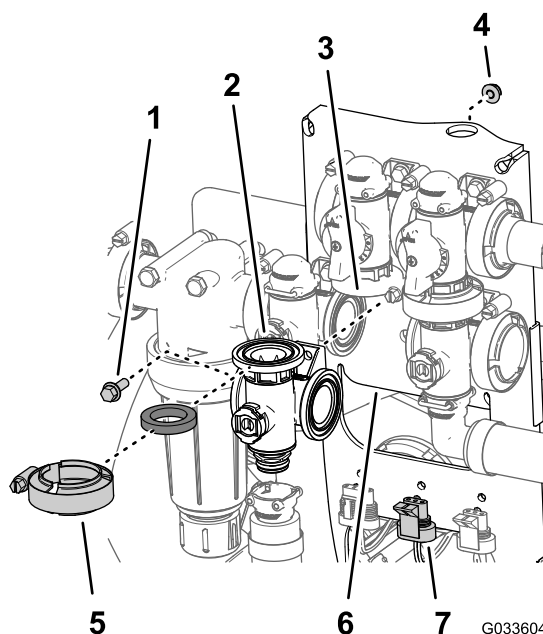

図 127
1. 攪拌バイパスバルブのフランジ、ガスケット、攪拌バイパスバルブのフランジを、整列させる 図 127。
9. 攪拌バルブをバルブマウントに組み付ける; フランジヘッドボルトとフランジロックナット 図 127 はステップ 3 攪拌マニホールドバルブの取り外し (ページ 77) で取り外したものを使用し、ボルトとナットを 10-12 N·m 1.0-1.2 kg/cm² = 90-110 in-lb にトルク締めする。